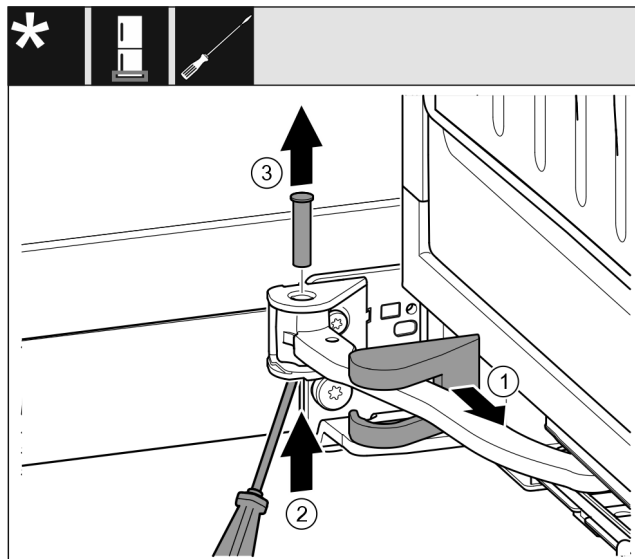

Fig. 15
- ▶ Τραβήξτε έξω το κάλυμμα του στηρίγματος και ωθήστε το κατά μήκος της άρθρωσης. Fig. 15 (1)
- ▶ Ανασηκώστε από κάτω τον πείρο με το δάκτυλο ή με κατσαβίδι. Fig. 15 (2)
- ▶ Περάστε το κατσαβίδι κάτω από την κεφαλή του πείρου και τραβήξτε τον έξω. Fig. 15 (3)